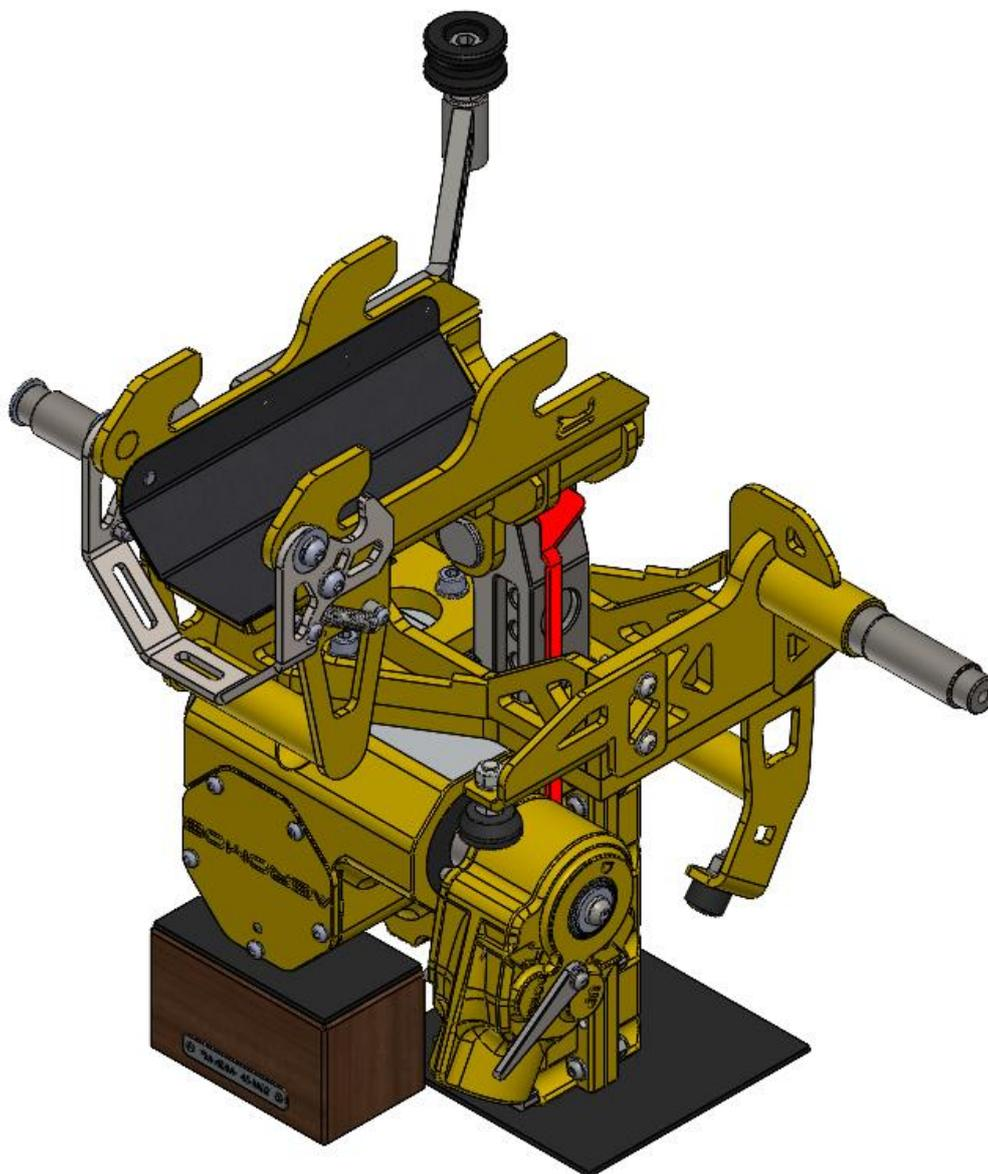

Figura 6
- c. Com o bloco de cabeça pra baixo e cremalheira toda para fora, instale a garra montada conforme MM AM-HDM-145-K01/2-6. Ver *Figura 6*.